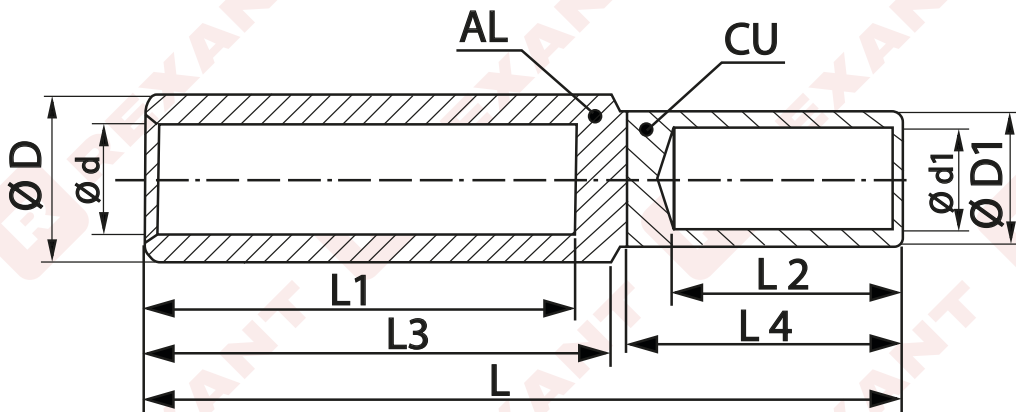

Рисунок 1. Гильзы медно-алюминиевые, внешний вид и габаритные размеры
5.1.1. Концы жил кабелей, подлежащих соединению с помощью гильзы, освобождают от изоляции: алюминиевый провод на длине L_1 , медный провод на длине L_2 (рисунок 1).